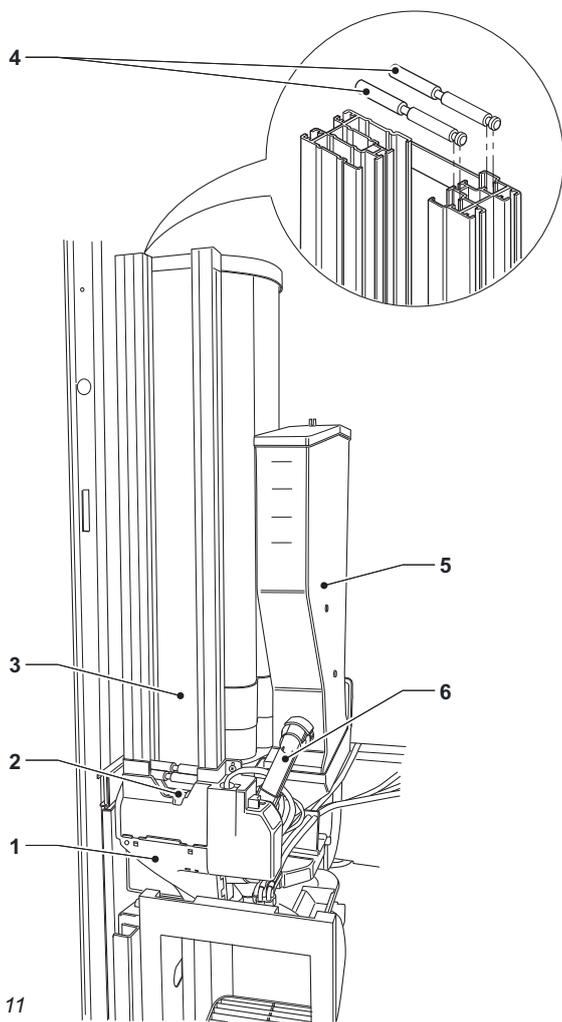

Рис. 11
- Чтобы разобрать лопастное колесо, слегка надавите на центр для их высвобождения (рис. 11);